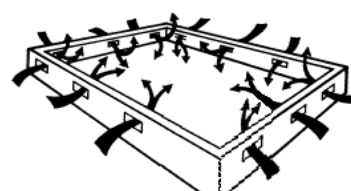

Figura 1
- Los espacios entre plantas deben ocupar como mínimo 450 mm (18") desde la base hasta la parte inferior de las vigas. Es esencial cubrir la base del terreno con una lámina de 6-8 ml de polietileno para que actúe como barrera para el vapor con las juntas superpuestas 200 mm (8") y pegadas. El espacio entre plantas debe tener ventilación perimetral equivalente a, como mínimo, el 1,5 % del área de dicho espacio. Los orificios de ventilación deben estar situados adecuadamente para favorecer la ventilación cruzada (véase la figura 1). Se deben respetar las normativas locales.